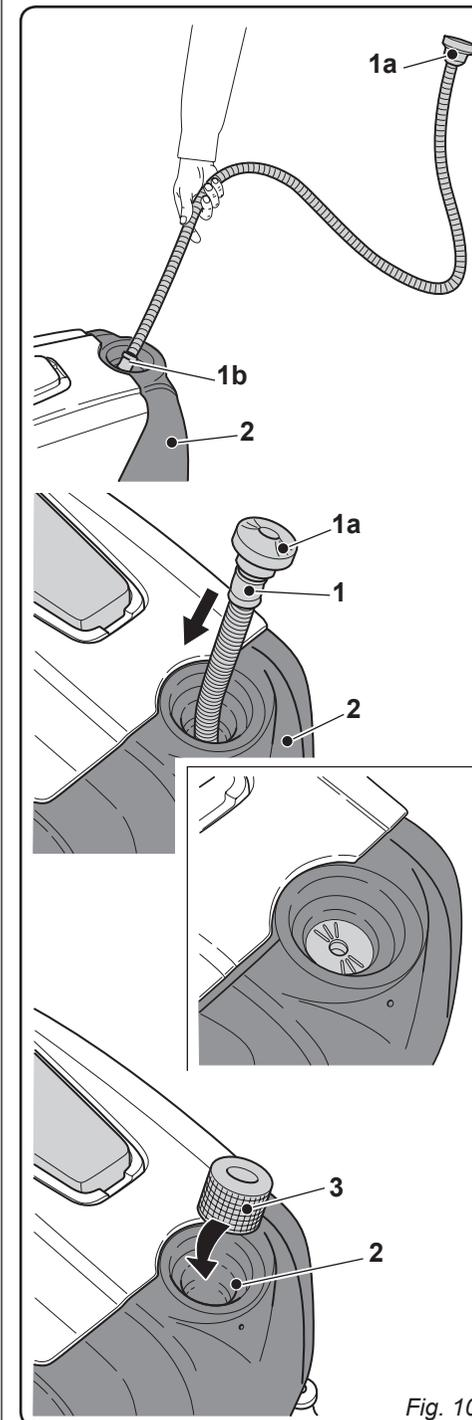

Fig. 10
8.1 ENCHIMENTO DO RESERVATÓRIO (Fig. 10)